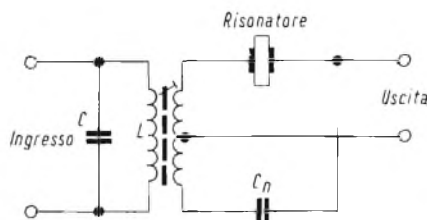

Fig. 7 - Schema di principio di un filtro di secondo ordine impiegante un risonatore ceramico.
Il filtro che illustreremo (fig. 7) è formato da un risonatore ceramico e da un circuito accordato (LC). Secondo questa disposizione, il risonatore ceramico si comporta come un elemento selettivo inserito tra il circuito accordato LC ed il carico. Viene aggiunto in più un condensatore di bilanciamento C_n che serve ad ottenere una soddisfacente reiezione delle frequenze fuori-banda. Questo condensatore serve ad eliminare la risonanza-parallelo del risonatore (antirisonanza) e permette di avere un'impedenza di trasferimento del filtro (Z_T) che decresce lentamente al di fuori della banda passante; i punti zero si troveranno quindi alla frequenza zero e all'infinito.